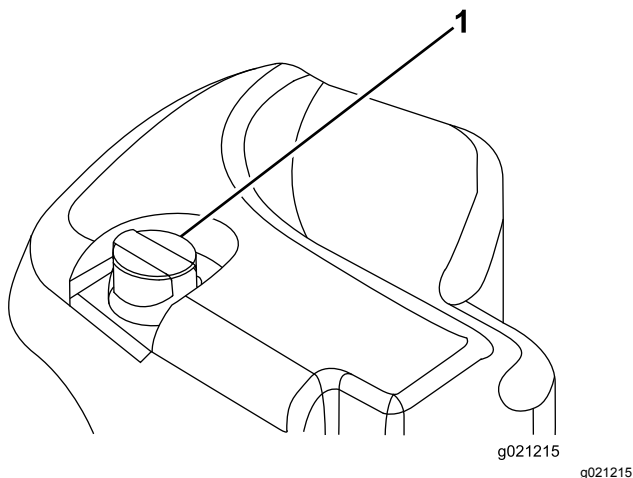

Figura 30
- Pulite attorno al collo del bocchettone e del tappo del serbatoio idraulico (Figura 30). Togliete il tappo dal collo del bocchettone.